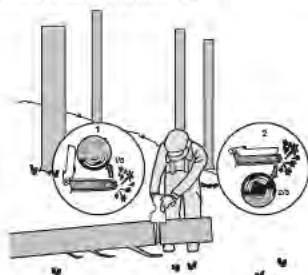

Bild 3
När stocken stöts i ena änden, så som visas på bild 3, såga in 1/3 diameter från undersidan (kapning från undersidan) (1). Avsluta med att kapa från ovasidan för att möta det första snittet (2).